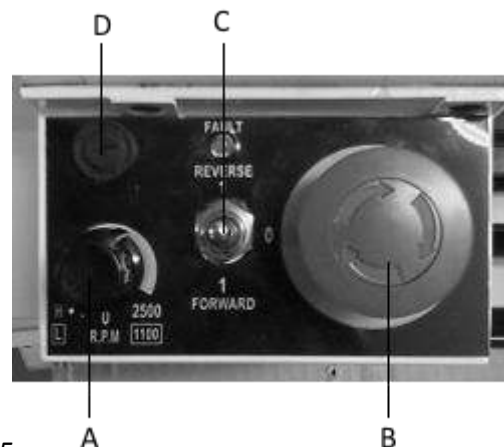

Рис.5
Установите переключатель шпинделя (Рис. 5, С) на главной панели управления в положение ВПЕРЕД (Forward), затем сбросьте аварийный выключатель, слегка нажав на красную кнопку и провернув ее по направлению к передней бабке, как указывают изображенные на ней стрелки (Рис. 5, В).
Включите станок, МЕДЛЕННО поворачивая рукоятку регулировки частоты вращения шпинделя (Рис. 5, А) по часовой стрелке. При включении питания произойдет щелчок, но шпиндель не начнет вращаться до тех пор, пока рукоятка не будет прокручена еще немного. При дальнейшем поворачивании рукоятки скорость вращения шпинделя будет постепенно возрастать. Дайте станку поработать в общей сложности 5 минут, постепенно увеличивая скорость вращения шпинделя в течение этого времени до максимальной. Перед остановом станка и отключением его от источника питания дайте ему поработать на максимальной скорости как минимум 2 минуты.
Примите все необходимые меры предосторожности, приведенные выше, и удостоверьтесь, что заготовка беспрепятственно вращается. Установите рычаг диапазона частот вращения шпинделя в требуемое положение: ВЫСОКИЙ (HIGH) либо НИЗКИЙ (LOW) диапазон. Установите переключатель шпинделя (Рис. 5, С) на главной панели управления в положение ВПЕРЕД (Forward). Проверьте, включен или выключен рычаг автоматической подачи в зависимости от того, требуется ли она.
5. Резко зацепите рычаг автоматической подачи, поверните переключатель **ВПЕРЕД/ВЫКЛ./РЕВЕРС** (Рис. 5, С) в положение **ВПЕРЕД**.
6. Как только инструмент достигнет конца резьбы, поверните переключатель (Рис. 5, С) в положение **ВЫКЛ**.
9. Поверните переключатель (Рис. 5, С) в положение «**РЕВЕРС**» (**REVERSE**), суппорт переместится назад к началу резьбы, затем поверните переключатель (Рис. 5, С) в положение **ВЫКЛ. (OFF)**.